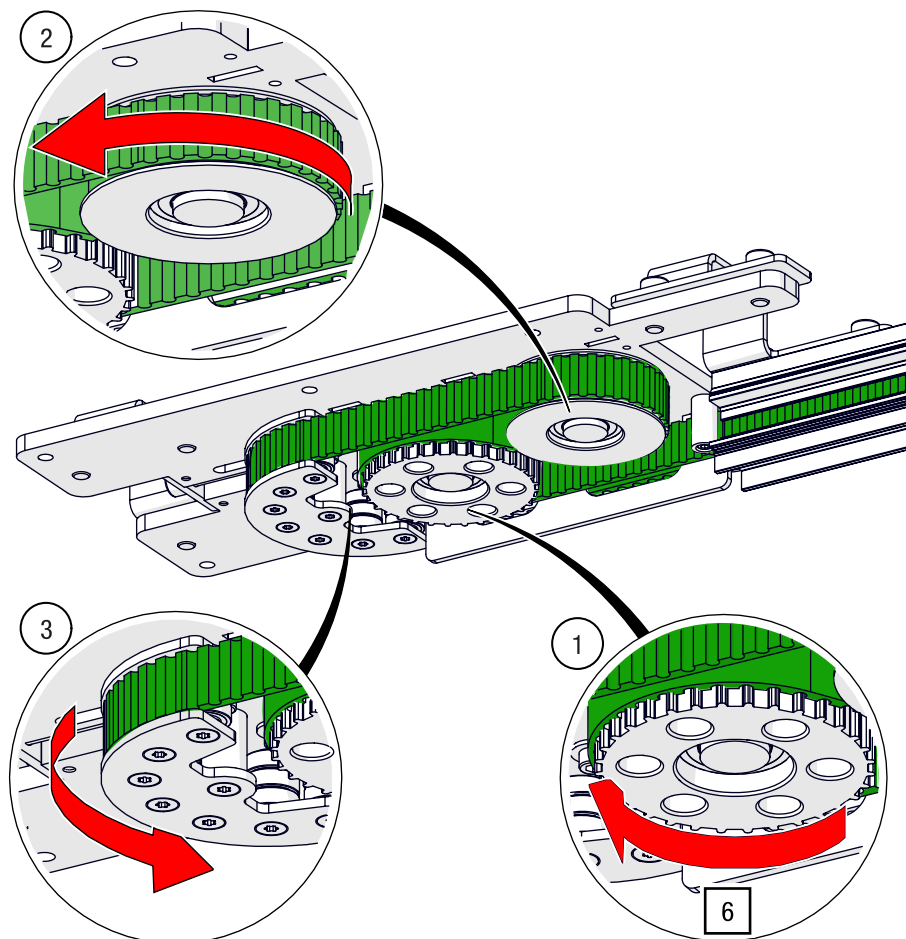

Abb. 81: Zahnriemenmontage – Zahnriemen durch Motoreinheit führen
6. Ziehen Sie den Zahnriemen unter der Beachtung der Klemmgefahr zwischen sich bewegenden Riemenrädern durch die Motoreinheit entsprechend Abb. 81.